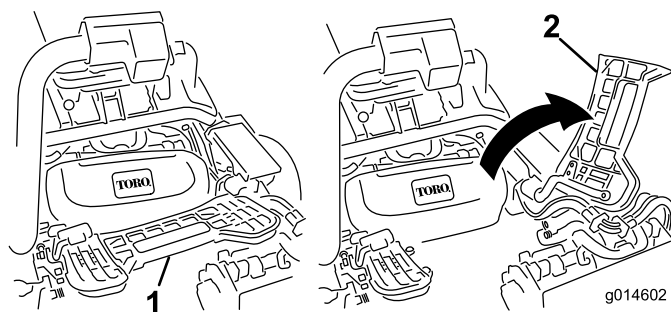

Figura 12
7. Per installare l'apparato di taglio centrale, sollevate il poggiapiedi e ruotatelo, per consentire l'accesso alla posizione dell'apparato di taglio centrale. (Figura 12)